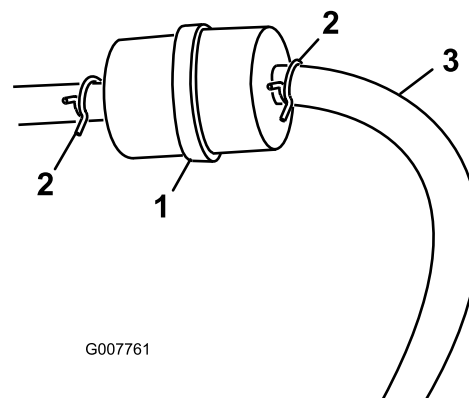

Figura 27
3. Aperte as pontas dos grampos da tubagem e afaste-as do filtro (Figura 27).
5. Instale um filtro novo e coloque as braçadeiras junto ao filtro (Figura 27).
3. Desaperte a braçadeira do tubo no filtro de combustível e deslize-o para cima do tubo de combustível afastando do filtro (Figura 27).
4. Desligue o tubo de combustível do filtro (Figura 27).
Nota: Deixe a gasolina drenar para uma lata ou recipiente de combustível (Figura 27).
5. Instale o tubo de combustível no filtro. Deslize a braçadeira do tubo para perto do filtro de combustível para prender o tubo de combustível (Figura 27).